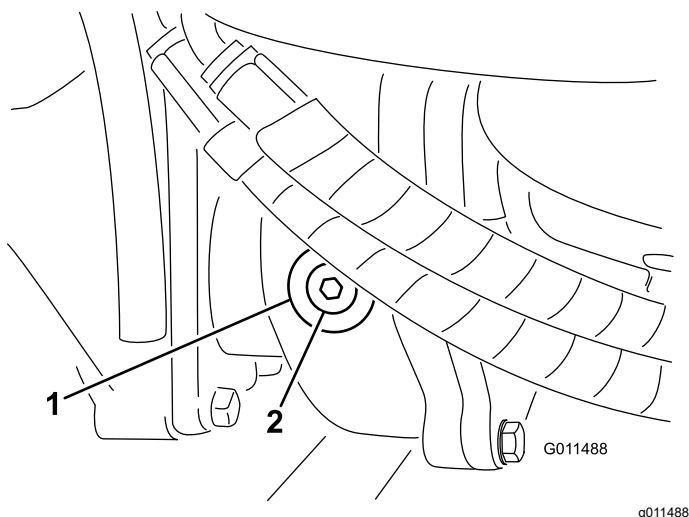

Figure 70
- Enlevez le bouchon de contrôle/remplissage du côté gauche du boîtier d'engrenages et vérifiez que le lubrifiant atteint la base de l'orifice (Figure 70).